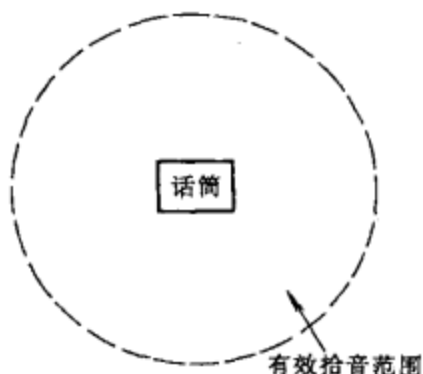

图 5-77
(1) 全向指向性传声器对来自四面八方的声音都有基本相同的灵敏度,其有效拾音范围为一圆形,传声器位于圆心,如图 5-77 所示。